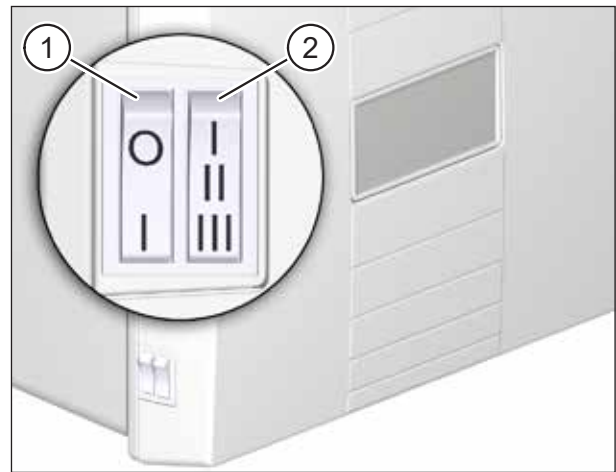

Abb. 11: Bedienungselemente am Lüftungsgerät
Mit dem Stufenschalter (Pos. 2 in Abb. 11) lassen sich vier verschiedene Lüftungsstufen/-programme (siehe auch Kapitel 10 auf Seite 28) einstellen, wobei die maximale Lüftungsstufe über eine Schaltfolge aktivierbar und zeitlich begrenzt ist.
- Die am Stufenschalter (Pos. 2 in Abb. 11) gewählte Leistungsstufe wird auch mit der jeweiligen LED am Tastsensor InControl signalisiert.
- ▶ Schalten Sie das Lüftungsgerät am Netzschalter (Pos. 1 in Abb. 11 auf Seite 22) ein.
- mit dem Stufenschalter (Pos. 2 in Abb. 11 auf Seite 22) am Lüftungsgerät (siehe Abschnitt 7.1 auf Seite 22)
Das Lüftungsgerät läuft auf maximaler Lüftungsstufe (97 m3/h). Nach ca. 15 min oder durch Drücken einer anderen Taste bzw. durch erneutes Ausführen der Schaltfolge I-II-I am Stufenschalter (Pos. 2 in Abb. 11 auf Seite 22) wird die Intensivlüftung beendet und das zuvor eingestellte Lüftungsprogramm wieder aufgenommen.